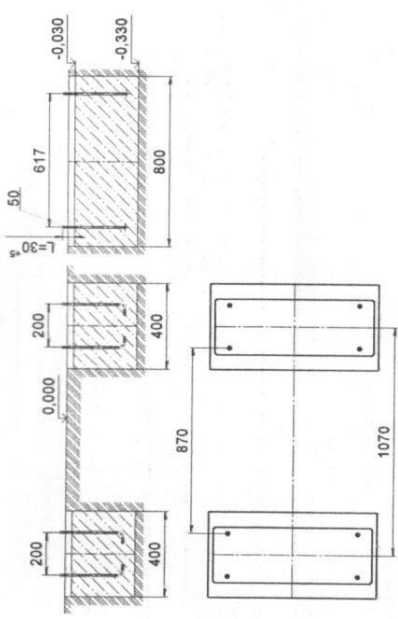

Рис.2
оборудования до поверхности площадки указаны на рис. 2.
- 12.3.2 Подготовить приямки по схеме на рис. 2, размерами 800ммx400мм, глубиной 430мм.